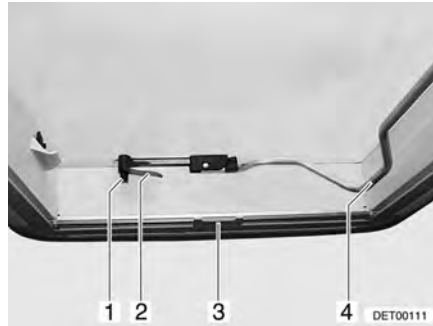
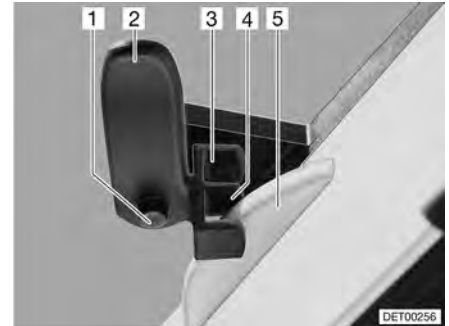

Bild 64 Heki-taklucka, stängd
Bild 65 Heki-takluckan i ventilationsläge 1
- Tryck ned låsknappen (Bild 64,1) och vrid låsarmen (Bild 64,2) ett kvarts varv inåt.
- Dra ut bygel (Bild 64,4) nedåt, så att spärren släpper.
- Vrid låsarmen (Bild 64,2 och Bild 65,2) ett kvarts varv. Takspärrens tapp (Bild 65,5) måste hakas in i den översta fästdelen (Bild 65,3).
- Tryck på låsknappen (Bild 65,1) och vrid tillbaka låsarmen (Bild 65,2). Takspärrens tapp (Bild 65,5) måste hakas in i den nedre fästdelen (Bild 65,4).